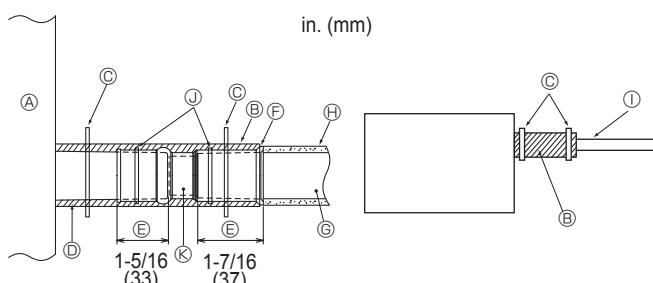

Fig. 4-3
⑰ Hasta 19-11/16 in. (50 cm)
1. Conecte el tubo de desagüe (suministrado con la unidad) al orificio de desagüe. (Fig. 4-3)
[Fig. 4-3]